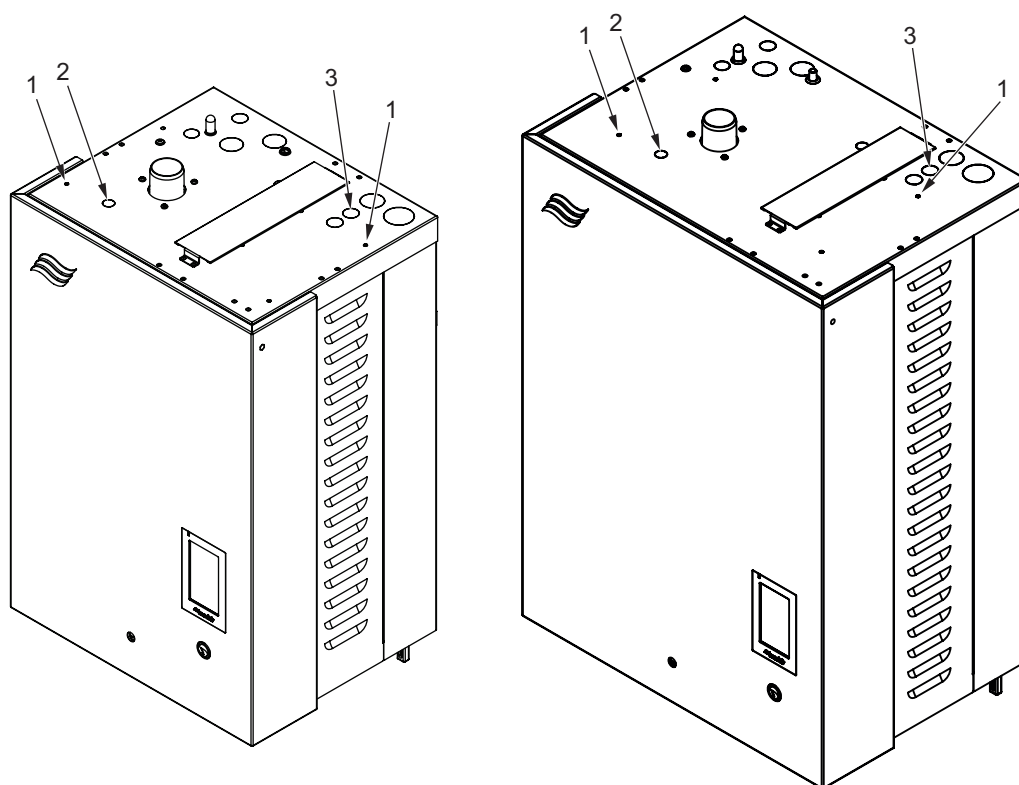

Figure 16 : Poinçons sur le dessus de l'humidificateur
1. **Poinçons.** Pousser les poinçons suivants sur le dessus de l'humidificateur. Consulter la Figure 16. Les endroits varient selon le type de l'humidificateur.